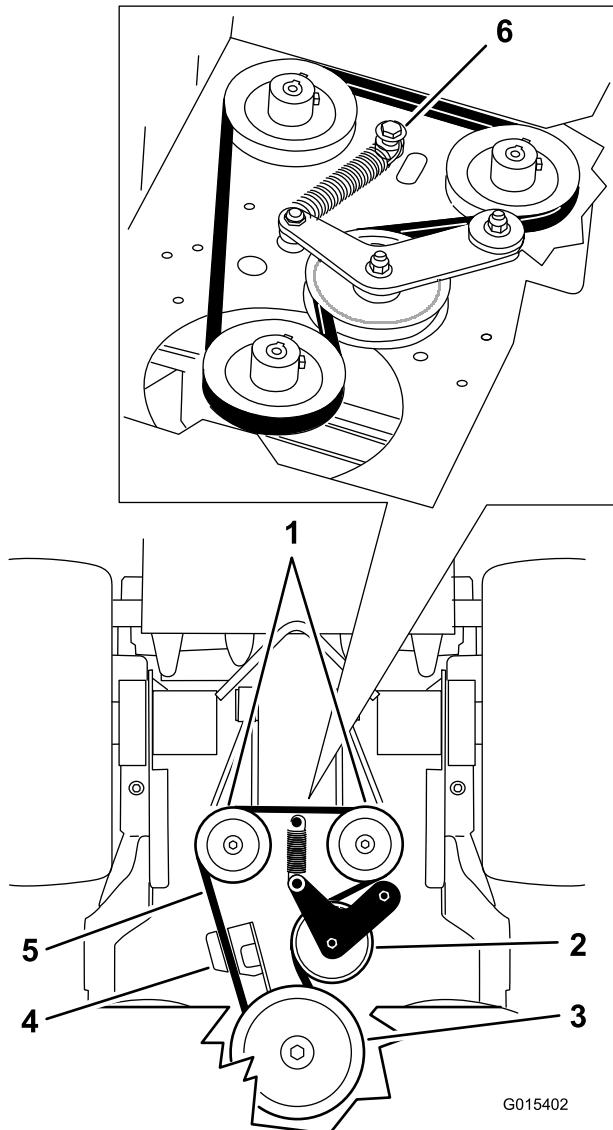

Figure 76
- Retirez le boulon à épaulement, l'écrou et la rondelle du plancher moteur et du ressort (Figure 76).
6. Déposez la courroie d'entraînement de la pompe (Figure 76).
8. Placez le ressort sur le boulon à épaulement et la rondelle, et fixez-le au plancher moteur avec l'écrou (Figure 76).